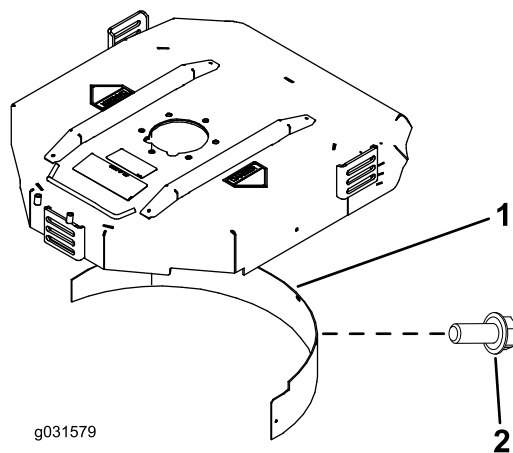

Figure 9
2. Montez le déflecteur de mulching dans l'ouverture arrière et fixez-le avec 5 boulons à embase (Figure 9).